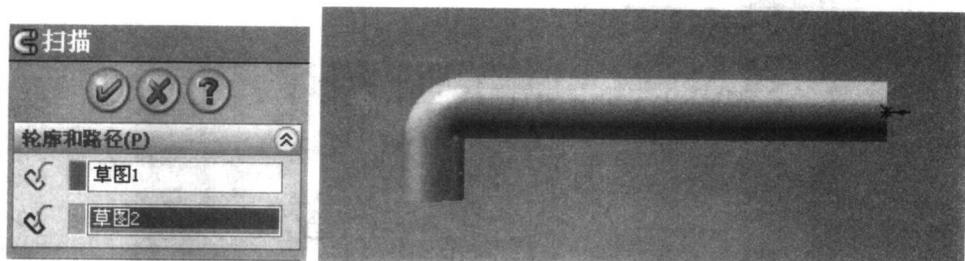

图1-24 “扫描”属性管理器和扫描效果
(4) 在特征工具栏中单击“扫描”工具按钮()，打开“扫描”属性管理器，在展开的“设计树”管理器中将草图1选择为扫描轮廓、草图2为扫描路径，然后单击“确定”按钮()，生成扫描1，如图1-24所示。